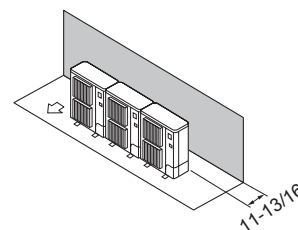

Fig. 2-12
- ① Obstáculos en la parte trasera (Fig. 2-12)